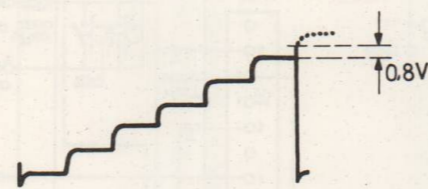

Fig. 17
- Regel R21 zodanig af, dat de spanning bij 0,8 V boven het 6° niveau omklapt (fig. 17).